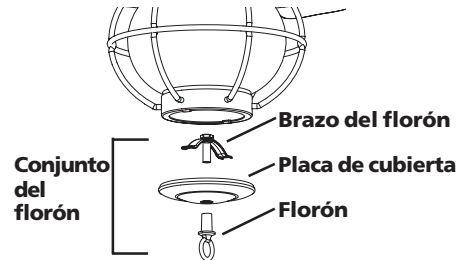

Figura 9a - Forma de retirar el florón
1. Retire el conjunto del florón como se muestra en la Figura 9a.
3. Vuelva a instalar, en forma suelta, el brazo del florón, la placa de cubierta y el florón. Vea la Figura 9a.